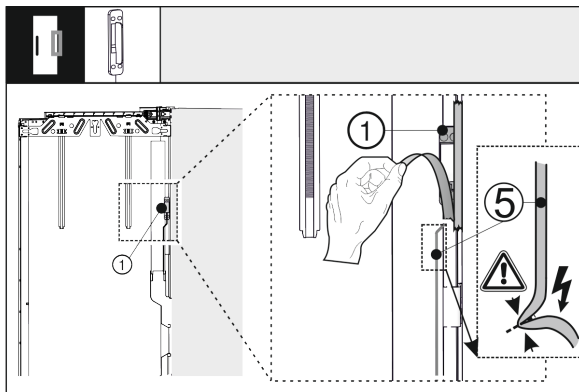

Fig. 39
- Lironi sensorin e trokitjes Fig. 39 (1) nga dera e jashtme. Mos dëmtoni kabllon e lidhjes Fig. 39 (5).